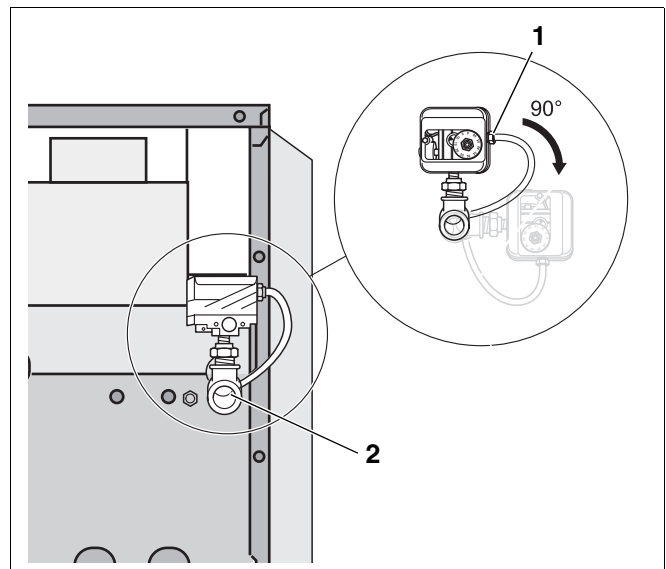

Abb. 28 Gasanschluss herstellen
- Gasleitung spannungsfrei am Gasanschluss (Abb. 28, **Pos. 2**) anschließen.
- Den mitgelieferten Gasdruckwächter (Abb. 28, **Pos. 1**, Seite 30) unmittelbar am Gasanschluss (Abb. 28, **Pos. 2**, Seite 30) des Heizkessels mit dem mitgelieferten Reduziernippel installieren. Der Gasdruckwächter muss dabei nach oben oder nach außen zeigen.